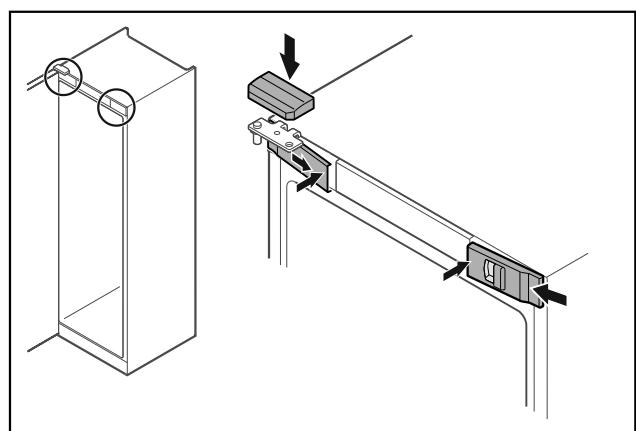

Fig. 51
► Zaháknite predné kryty Fig. 51 (1) naboku a zaistite ich vnútri.
► Zaistite horný kryt Fig. 51 (2) zhora.